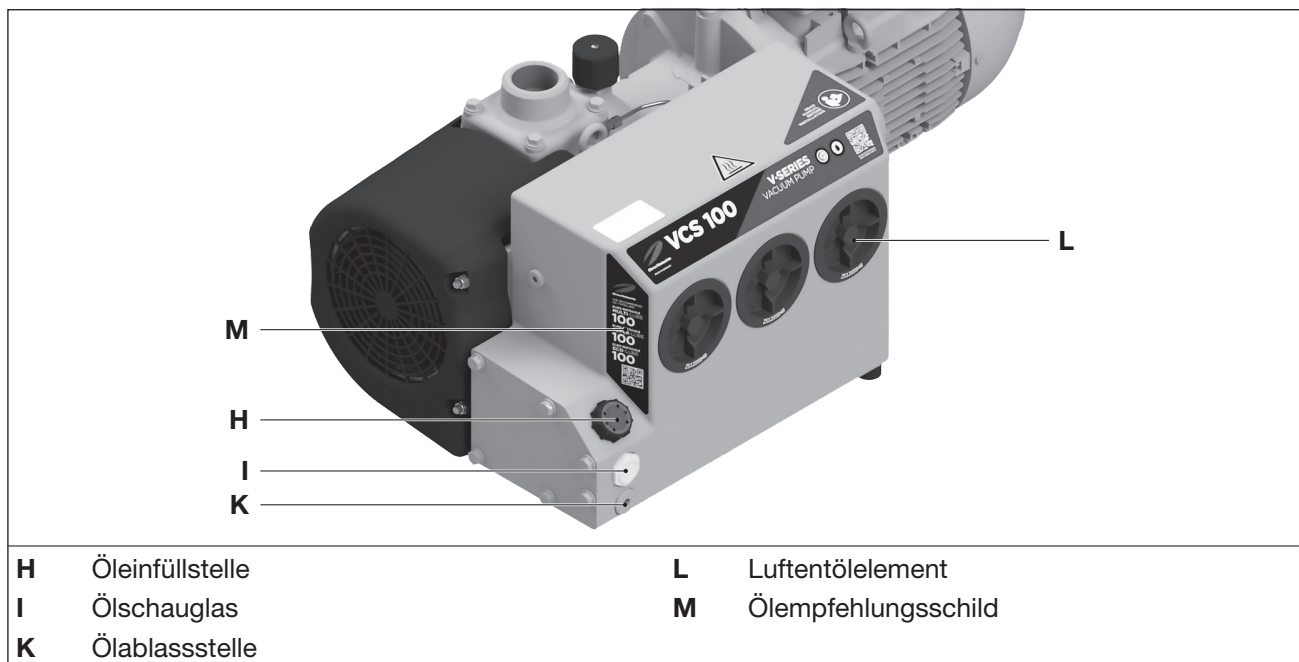

Abb. 7 Ölwechsel und Entölung
Als Betriebsmittel empfehlen wir die Verwendung folgender Elmo Rietschle Öle, siehe Ölempfehlungsschild (Abb. 7/M) sowie Tab. 3 auf Seite 32:
- Verschluss der Öleinfüllstelle (Abb. 7/H) öffnen und Öl bis zur Oberkante des Schauglases (Abb. 7/I) auffüllen.
- Verschluss der Öleinfüllstelle (Abb. 7/H) öffnen, Ölablassstelle (Abb. 7/K) öffnen und Altöl vollständig ablassen.
- Ölablassstelle (Abb. 7/K) verschließen und neues Öl an der Öleinfüllstelle (Abb. 7/H) einfüllen.
- Ölstand am Schauglas (Abb. 7/I) kontrollieren.
- Luftentölelemente (Abb. 7/L) mit einem Ringschlüssel (Schlüsselweite 19 mm) gegen den Uhrzeigersinn herausschrauben.